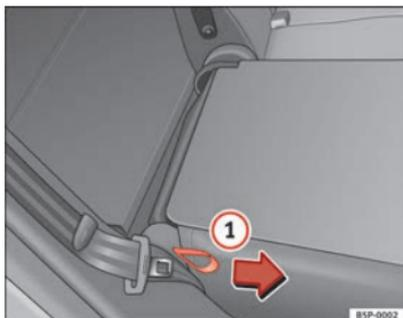

Fig. 98 Rebater ou levantar o encosto dos bancos traseiros
- Puxar a pega que se encontra na parte lateral do banco ⇒ Fig. 98 ①
Nesta posição, o encosto está bloqueado. Para recolocar o encosto na sua posição inicial, é, por isso, necessário puxar pela pega existente na zona lateral do banco no sentido da seta ⇒ Fig. 98.